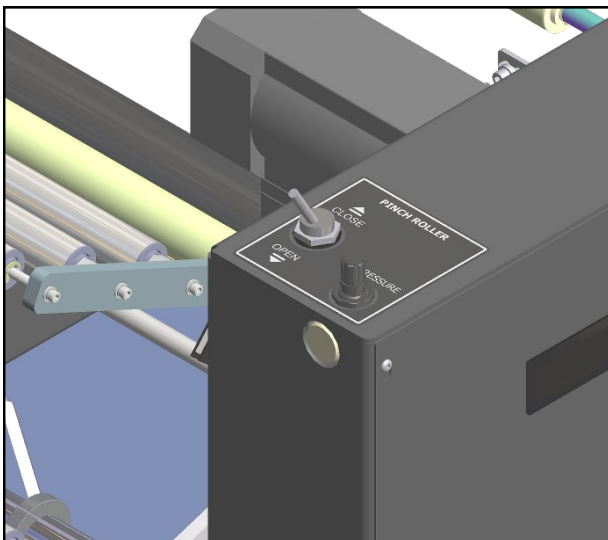

图 2-6B。拨动开关。
1. 要将包装袋穿引经过 MAX 装袋机，将拨动开关推到“开”位置。图 2-6B。